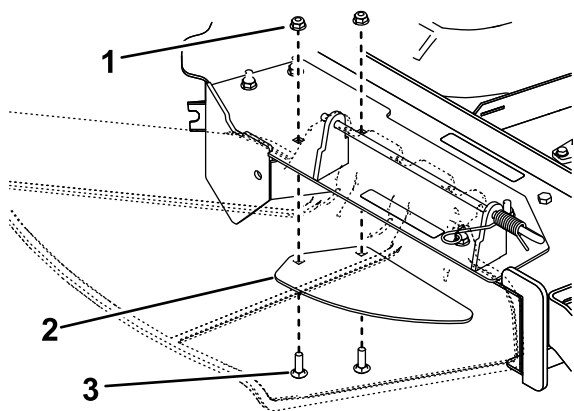

Figura 2
5. Per i Timecutter standard (non HD) con piatti di taglio da 152 cm, utilizzate i dispositivi di fissaggio per montare la piastra di riempimento (Figura 2).